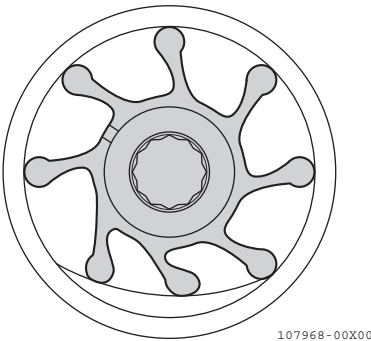

Abbildung 16
4. Positionieren Sie bei der Installation des Pumpenrads die Flügel des Pumpenrads wie in der Abbildung dargestellt (**Abbildung 16**).